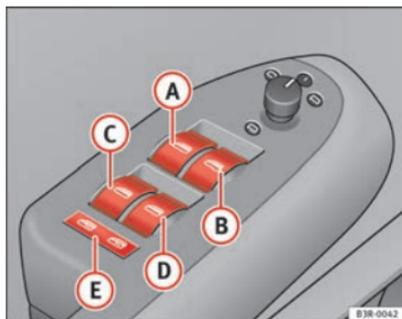

Fig. 79 Détail de la porte du conducteur :
- A Commande ⇒ fig. 79 de la glace de la porte du conducteur.
Avec le commutateur de sécurité ⇒ page 112, fig. 79 **E** vous pouvez désactiver les commandes de lève-glace situées sur les portières arrière. Il n'est possible d'ouvrir ou de fermer les glaces à partir des places arrière que si le commutateur est enfoncé.